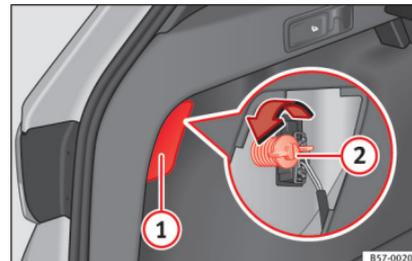

Abb. 107 Gepäckraum: Zugang zur Befestigungsschraube der Heckleuchte
3. Hebeln Sie die Abdeckung an der Aussparung » **Abb. 107** ① mit dem flachen Teil des Schraubendrehers ab.
5. Schrauben Sie mit der Hand oder mit Hilfe eines Schraubendrehers die Befestigungsschraube der Leuchte » **Abb. 107** ② heraus.